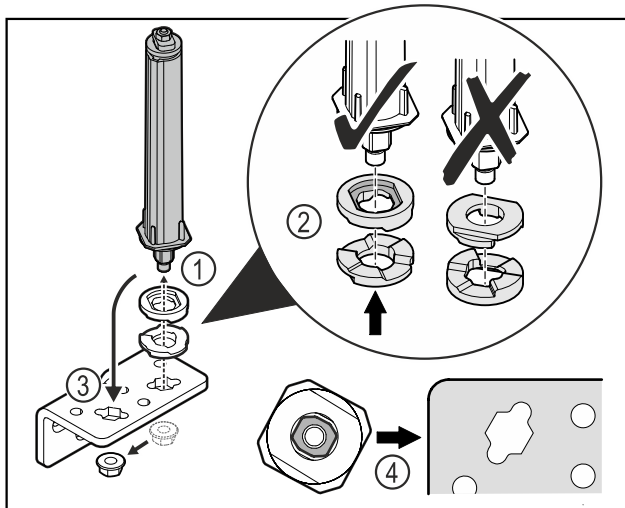

Fig. 52
- ▶ Löysää mutteri ja irrota oven lukitusjärjestelmä Fig. 52 (1).
- ▶ Huomioi korkeudensäätölaattojen oikea kohdistus Fig. 52 (2).
- ▶ Aseta oven sulkuyksikkö saranakulmassa toiseen paikkaan ja kiinnitä mutterilla Fig. 52 (3).
- ▶ Huomioi oven sulkuyksikön oikea kohdistus paikalleen asettamisen yhteydessä Fig. 52 (4).